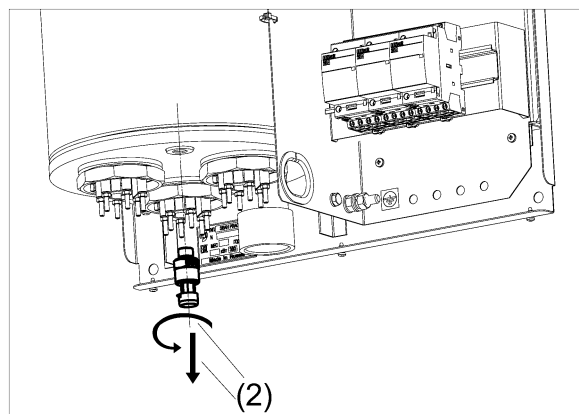

Рисунок 13. Замена датчика давления теплоносителя
- (1) Отсоедините все провода и разъёмы от платы контроллера (см. рис. 13).
- (2) Демонтируйте плату контроллера (аккуратно нажмите на пластиковые держатели крепления платы и и поднимите плату вверх).
- (3) Извлеките плату контроллера.
- (4) Установите новую плату контроллера взамен прежней на пластиковые держатели.
- (5) Подсоедините все необходимые провода и разъёмы к новой плате контроллера.
- (6) Проверьте работоспособность новой платы – протестируйте прибор при разных режимах работы.